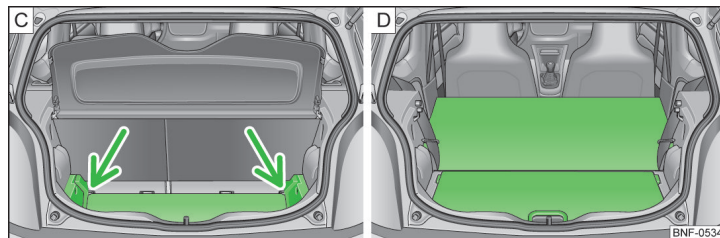

Bild 71 Förstora bagagerummet: nedåt/framåt
- Lyft lastgolvet och skjut in det i spåren » bild 71 - [C].